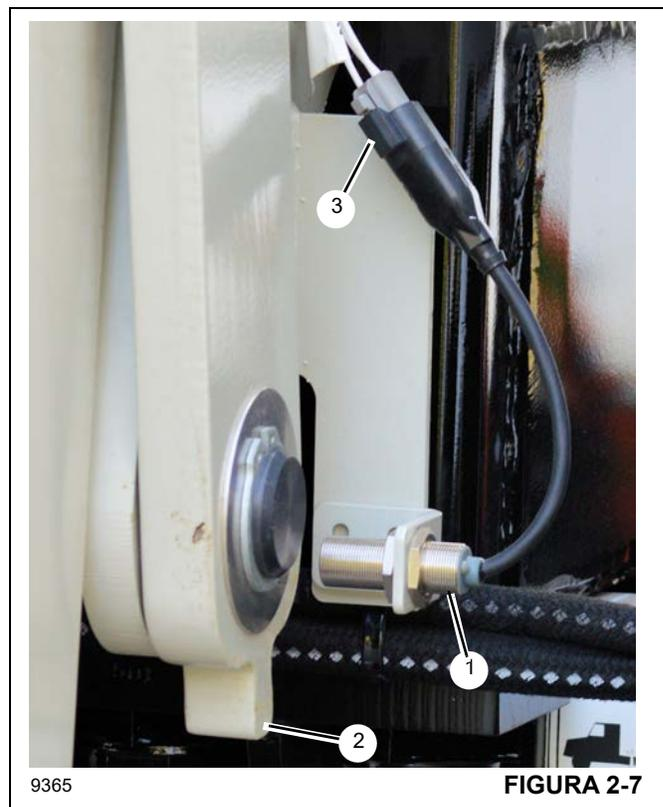

FIGURA 2-7
En las versiones más recientes de la 800D, el OMS y RCL utilizan interruptores de proximidad para determinar si los estabilizadores están completamente extendidos. Los interruptores se encuentran entre la cabina del operador y los estabilizadores de bastidor en A. El interruptor de proximidad (1, Figura 2-7) utiliza una pestaña (2) en el brazo del estabilizador para determinar cuando el estabilizador está completamente extendido.
2. Desconecte el interruptor de proximidad (1, Figura 2-7) y el enchufe del sensor (3).
2. Monte el interruptor de proximidad (5) en la placa (4) con dos contratuercas (6).
3. Instale el interruptor (5) y la placa (4) en el chasis utilizando los pernos (1), arandelas de seguridad (2) y las tuercas (3).
4. Conecte el interruptor de proximidad (Figura 2-7) al enchufe del sensor.
5. Con la unidad encendida, extienda completamente el estabilizador. Cuando está activa, la luz LED (7) del interruptor de proximidad se ilumina amarillo fijo. Según cómo esté equipado el vehículo, compruebe que la